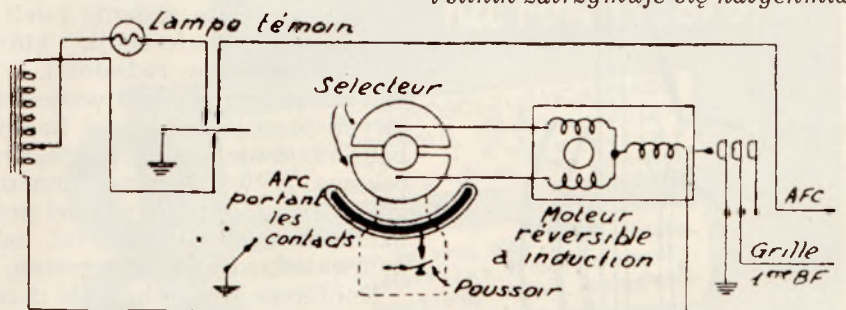

fig. 7 Lampe témoin — żarówka kontrolna; Arc portant les contacts — łuk ze stykami.
d) System Admiral (fig. 7). — System ten pociąga swoją prostotą: silnik Utah działający pod napięciem 24 Volt jest typu o roto-